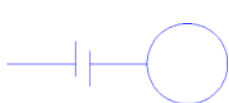

图 9-138 要制作成块的图形
- 01 在工程图文件中，使用草图工具绘制需要制作块的实体，如图 9-138 所示。